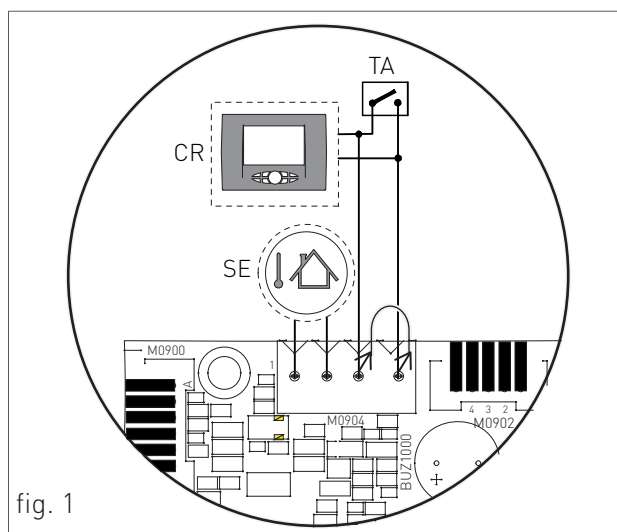

fig. 1
- Per la Sonda di temperatura esterna collegare i due conduttori non polarizzati sui contatti della morsettiere M0904 ( vedi 'SE' fig.1).
- Per il Termostato ambiente o Controllo Remoto rimuovere prima il ponte sui contatti della morsettiere M0904 e successivamente collegare i due conduttori non polarizzati del Termostato ambiente o Controllo Remoto (vedi 'TA' o 'CR' fig. 1).